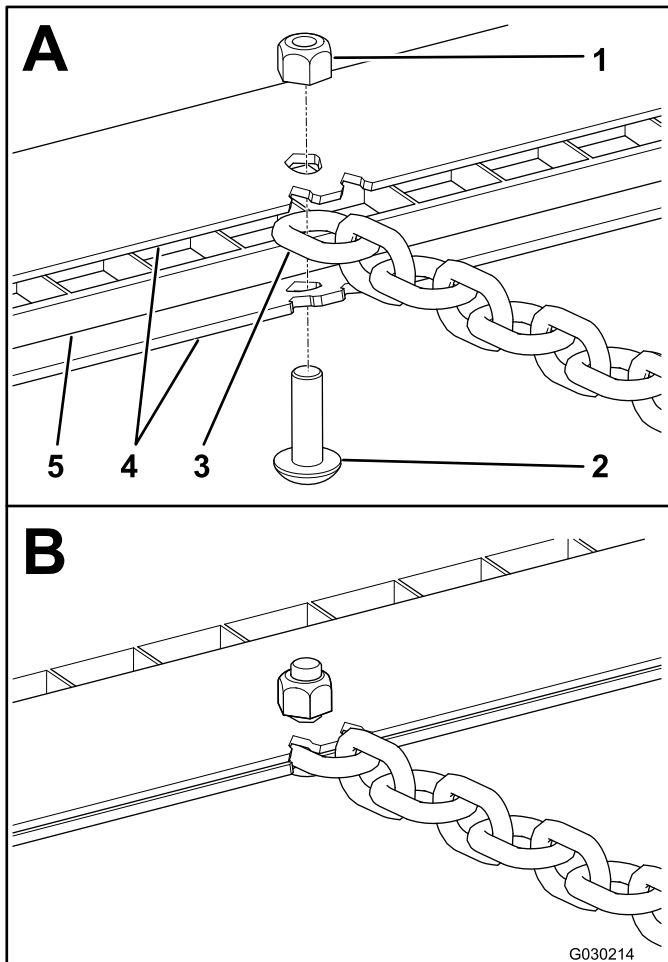

Bild 6
3. Befestigen Sie die Kette mit einer Schraube (5/16" x 1") und einer Sicherungsmutter (5/16") zwischen den Halterungen an der Schleppmatte, wie in Bild 6 abgebildet.
3. Befestigen Sie jede Kette mit einer Schraube (5/16" x 1") und einer Sicherungsmutter (5/16") zwischen den Halterungen an der Schleppmatte, wie in Bild 6 abgebildet.